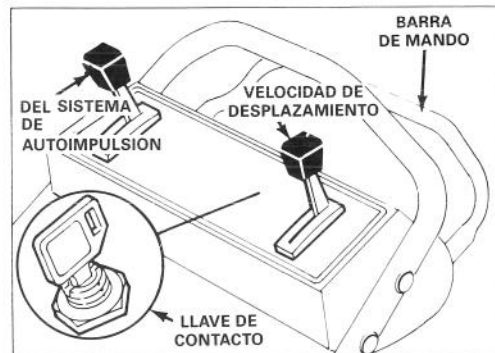
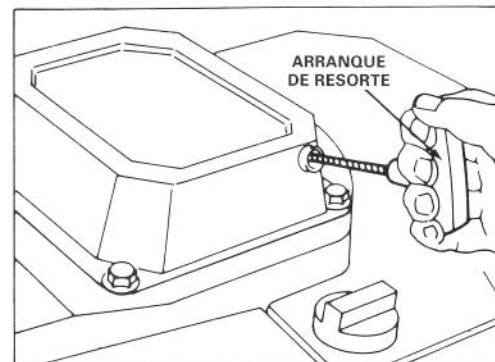

Figura 7
Figura 8
1. **CONTROLES** — La llave de contacto (en los modelos de arranque con llave) el acelerador, el control de velocidad y la barra de mando del sistema de autoimpulsión se encuentran situados en la parte superior de la manija (Figura 7). El arranque de resorte a mano se encuentra en la parte superior del motor (Figura 8).
2. Empujar el cable contra la bujía y en los modelos autoimpulsados mover el control de velocidad de desplazamiento a la posición "N" (Figura 7).
4. **ARRANQUE ELECTRICO** — Mover el acelerador a la posición ESTRANGULADOR DE AIRE (Figura 7). Girar la llave hasta la posición ARRANQUE y soltarla cuando se ponga en marcha el motor.
Nota: Si la batería está descargada, el motor se puede poner en marcha con el arranque de resorte (Figura 7).